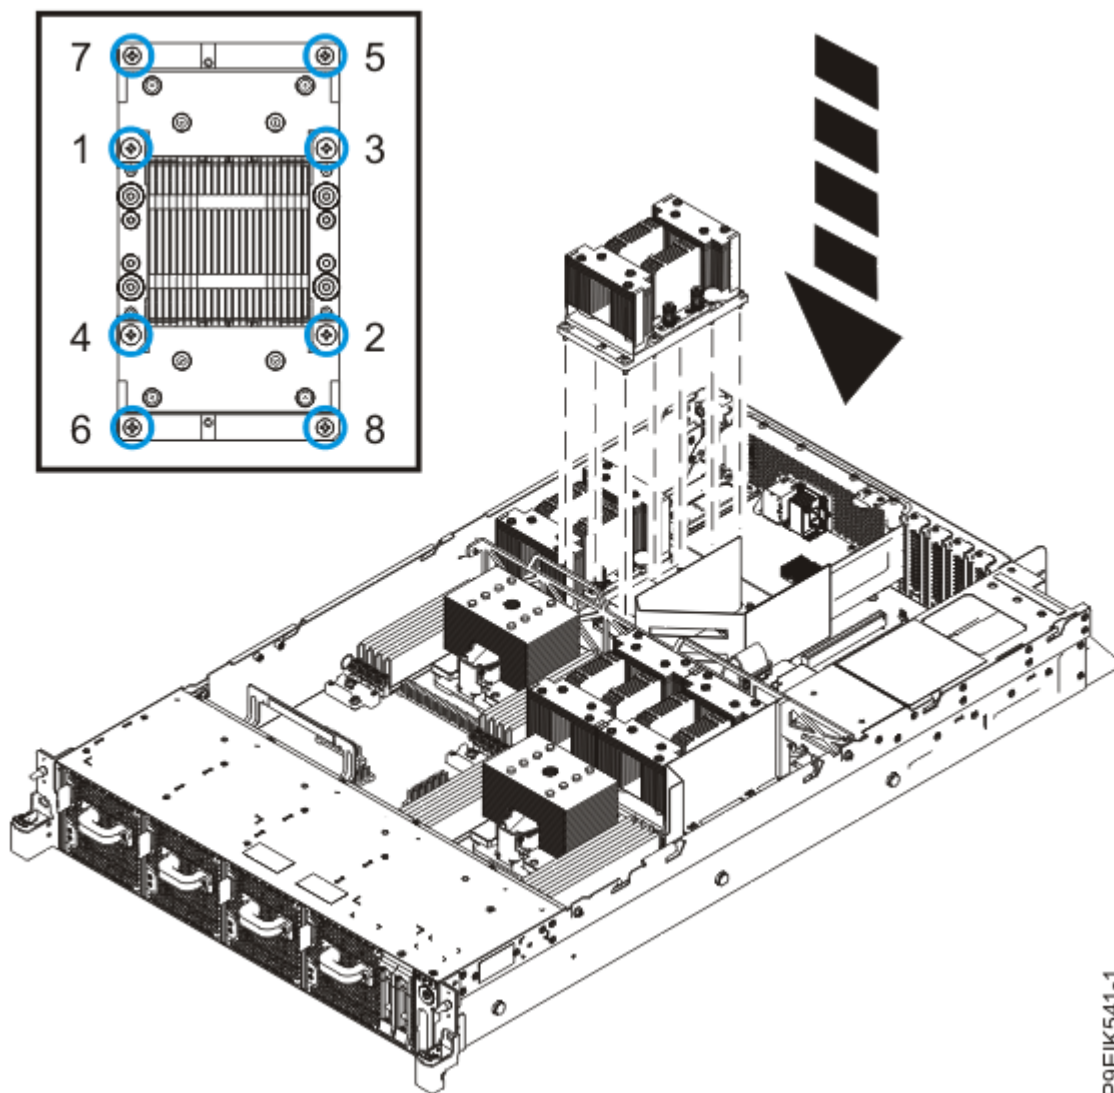

図 25. システム・バックプレーンへの GPU とヒート・シンクの再取り付け
4. GPU をシステム・バックプレーンに固定します。#2 プラス・ドライバーを使用してください。37 ページの図 25 に示されている順序で、ねじを締めます。